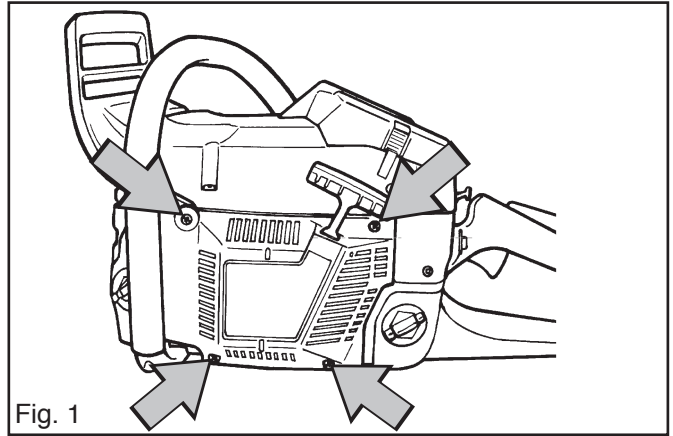

Fig. 1
1. Dévisser les quatre vis qui maintiennent le lanceur contre le carter moteur et retirer le lanceur. Voir fig. 1.
8. Monter le lanceur sur le carter moteur. Couple de serrage des vis 4 Nm. Voir fig. 1.
2. Démontez le câble bleu (A) (qui va au bouton d'arrêt) du module d'allumage (B). Voir fig. 1.
3. Retirez le câble d'allumage (C) de la bougie et dégager les deux câbles de l'aube directrice (D). Retirez l'aube directrice. Voir fig. 1.
4. Dévisser les deux vis M4 et retirer le module d'allumage. Voir fig. 1.
5. Dévisser les deux cliquets d'entraînement (E) du lanceur. Voir fig. 1.